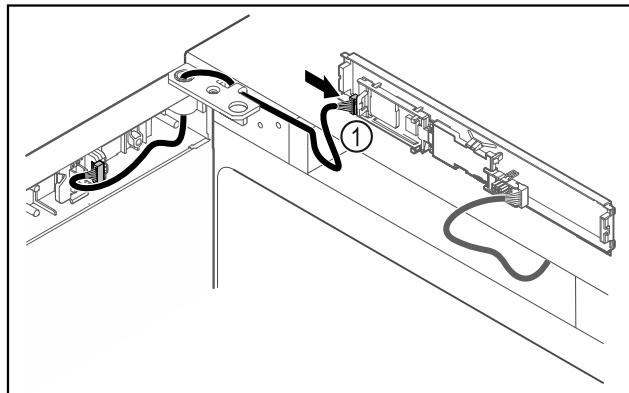

Fig. 48
- ▶ Συνδέστε το φίς Fig. 48 (1) στην πλακέτα.